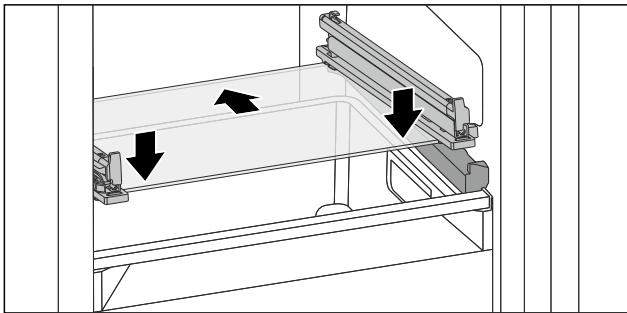

Fig. 134 Glasplatte des abklippbaren Schubfachs
- ▶ Glasplatte schräg hinter den Stopperrahmen aufsetzen. (siehe Fig. 134)